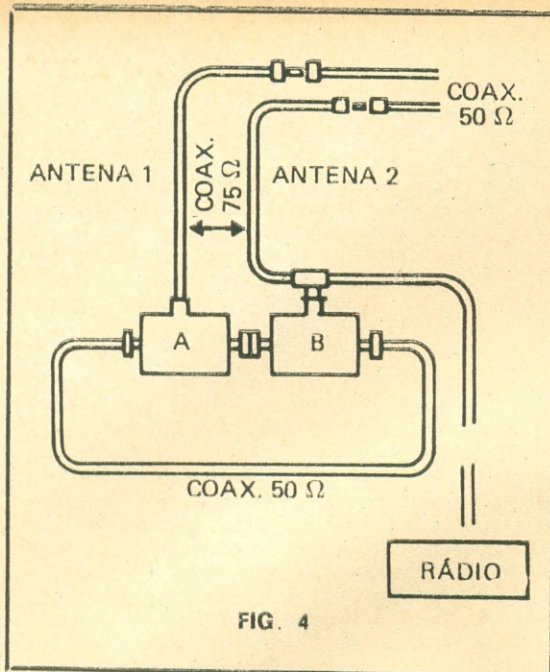

FIG. 4
A ligação é feita da seguinte forma (Fig. 4): a descida da antena "1" é ligada normalmente na primeira chave (A), enquanto a descida da antena